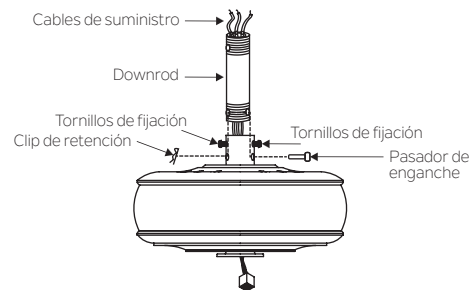

Fig. 8
Paso 6. Afije los dos tornillos de fijación y retire el pasador de enganche y el clip de retención del acoplamiento en la parte superior del conjunto del motor. (Fig. 8)
Luego, reemplace el pasador de enganche y el clip de retención. Apriete ambos tornillos de fijación. (Fig. 8)